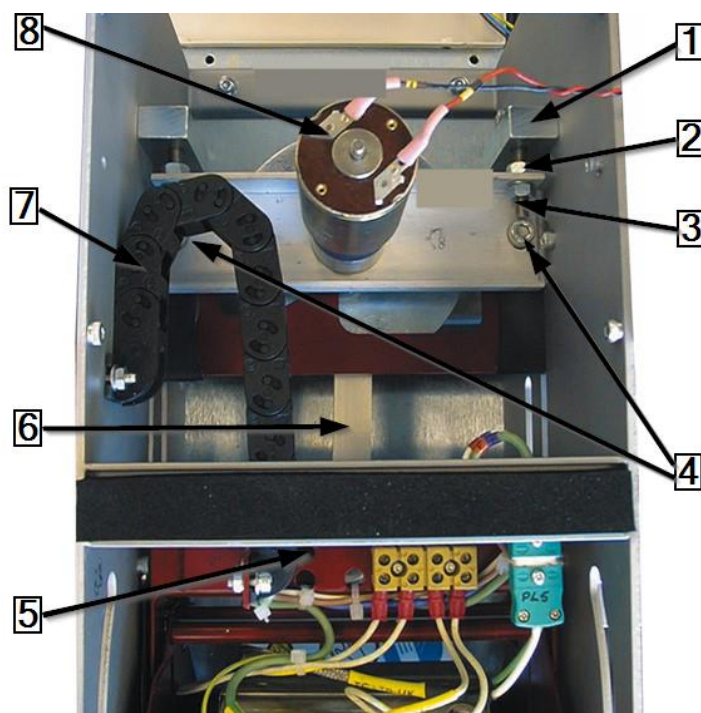

Abb. 77 : Zostava motora (pohľad spredu)
- ➔ Pre nasledujúci popis pozri Abb. 77 : Zostava motora (pohľad spredu), strana 108). Uvoľnite poistné matice M6×40 (2) na polohovacích skrutkách (3) v blokoch ložiska motora a odstráňte polohovacie skrutky.
- ➔ Uvoľnite 2 upevňovacie skrutky (4), pomocou ktorých je upevnená základná doska zostavy motora.
- ➔ Z kľukového kotúča vytiahnite zadné otočné čapy kľukového kotúča motora (1) (pozri nižšie).